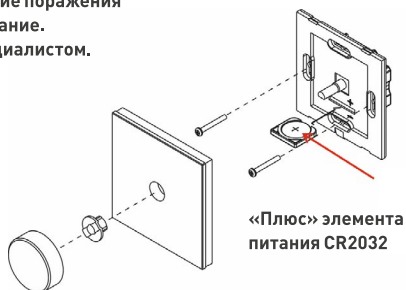

Рис. 1. Установка элемента питания и монтаж панели управления.
2. Снимите вращающуюся ручку и втулку (см. Рис. 1).